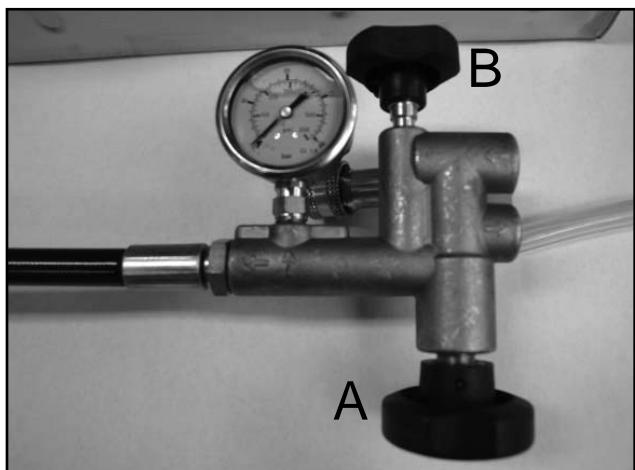

Fig. 3
3. Открыть вентиль (a) и вентиль (b) (см. рис. 3) примерно на 1 оборот.